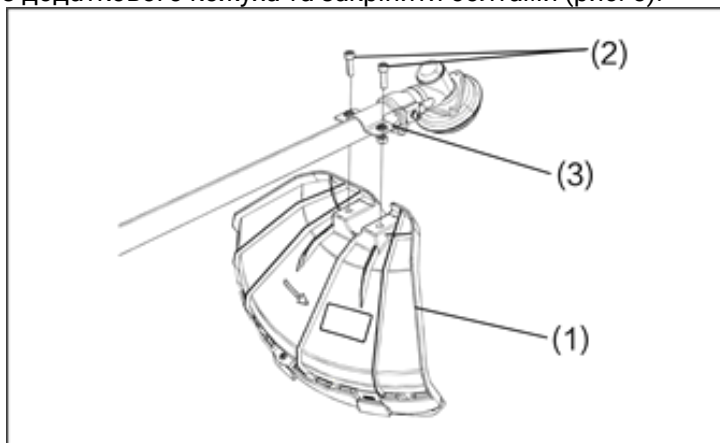

Рисунок 5. Схема встановлення захисного кожуха на «штангу».
1. Для роботи дисковим ножом із лезами встановити захисний кожух без додаткового кожуха та закріпити болтами (рис. 5).